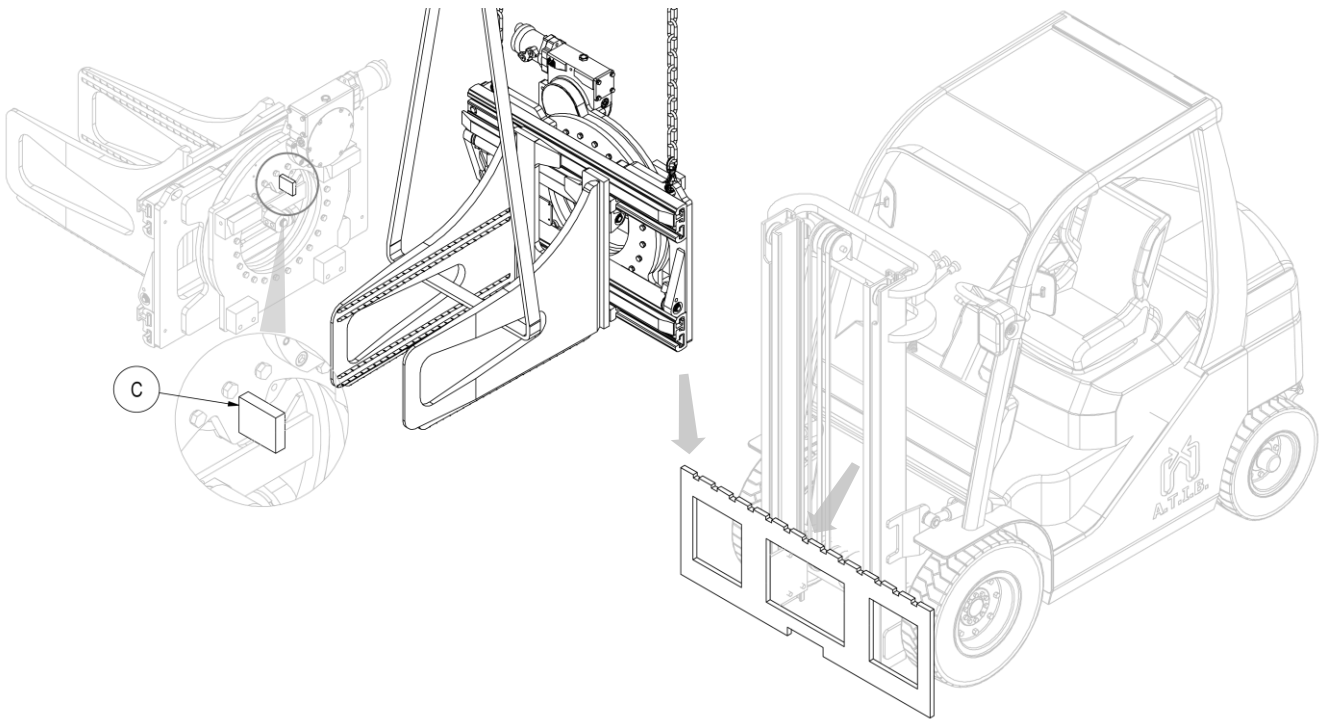

Figura 3
6. Enganche el implemento desde el punto de agarre superior y colóquelo en la placa porta horquillas, teniendo cuidado de encajar el diente de centrado **C** en la muesca central de la placa (mira *Figura 3*).